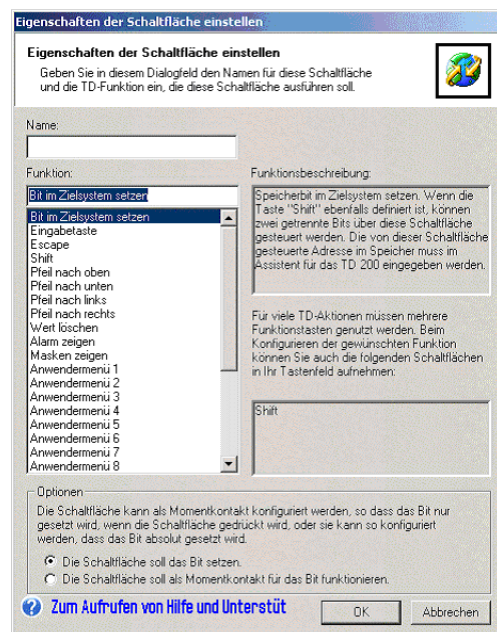

Bild 3-10 Dialogfeld "Eigenschaften Schaltfläche"
3. Wählen Sie die Funktion für die Schaltfläche und bestätigen Sie mit "OK" (siehe Bild 3-10).